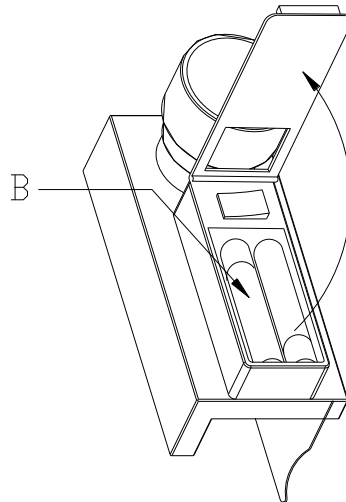

Abb. 2
- Die Klappe des Batteriefachs öffnen (siehe Abb. 2).